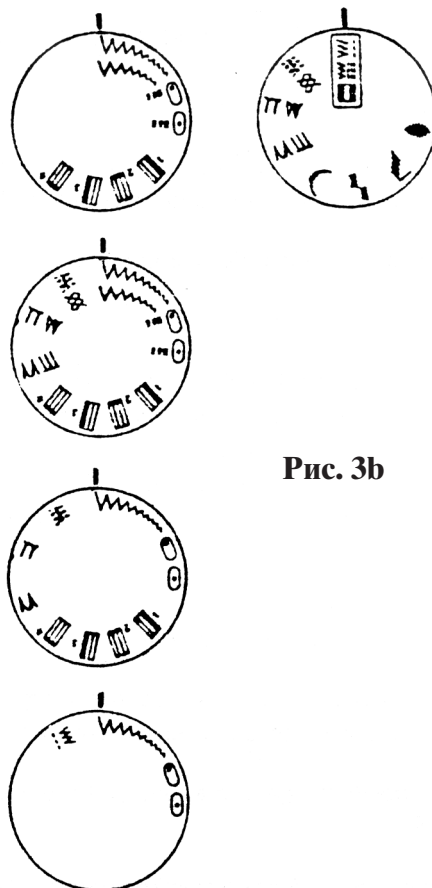

Рис. 3b
- Регулятор стежка “зиг-заг” установить на максимальную ширину стежка (рис. 3b).